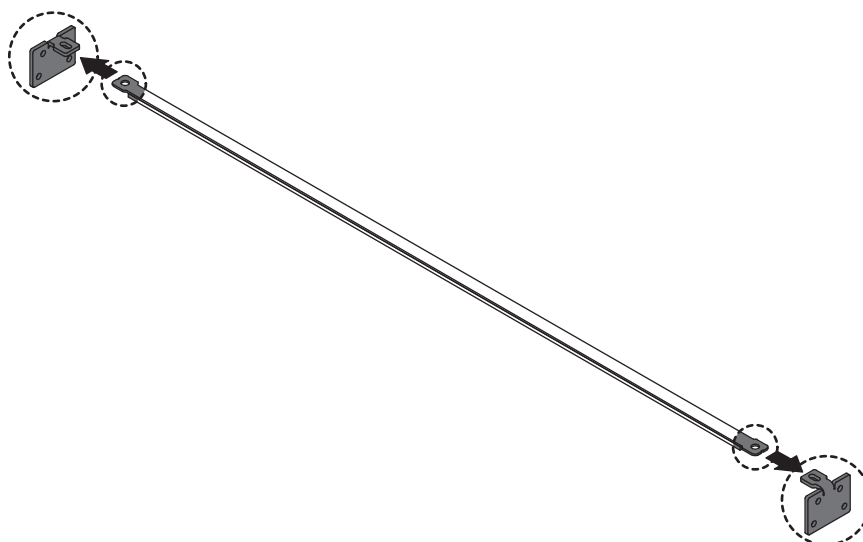

Abb. 15 Positionieren des Recoater Strips.
7. Positioniere das Ende des Recoater Strips unter dem Winkel (Abb. 15).